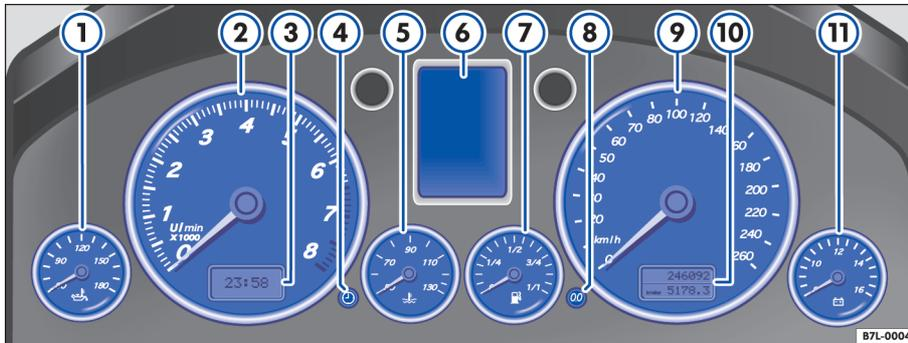

Fig. 2 Detalle del tablero de instrumentos: cuadro de instrumentos
Si no cuenta con reloj ⇒ fig. 2 ③ ni cuenta-kilómetros ⑩, se visualizan éstos en la zona inferior de la pantalla ⑥.
- ① Indicador de temperatura del aceite del motor ⇒ página 9
- ② Cuentarrevoluciones ⇒ página 9
- ③ Reloj. También puede encontrarse en la pantalla ⑥ ⇒ página 19.
- ④ Botón de ajuste de la hora
- ⑤ Indicador de temperatura del líquido refrigerante del motor ⇒ página 10
- ⑥ Pantalla para información diversa. Según la versión, se trata de una pantalla monocroma ⇒ página 12 o a color ⇒ página 19.
- ⑦ Indicador de nivel de combustible ⇒ página 11
El indicador de temperatura del aceite del motor se encuentra en el lado izquierdo del cuadro de instrumentos ⇒ página 8, fig. 2
El valor normal oscila entre 12 y 15 voltios  $\Rightarrow$  página 8, fig. 2  $\textcircled{11}$ . Si se conectan varios consumidores eléctricos a la vez, la tensión puede caer temporalmente por debajo de 12 voltios, sobre todo con el motor al ralentí. Para evitar que la batería se descargue, se desconectan automáticamente ciertos consumidores eléctricos. Si incluso con el motor